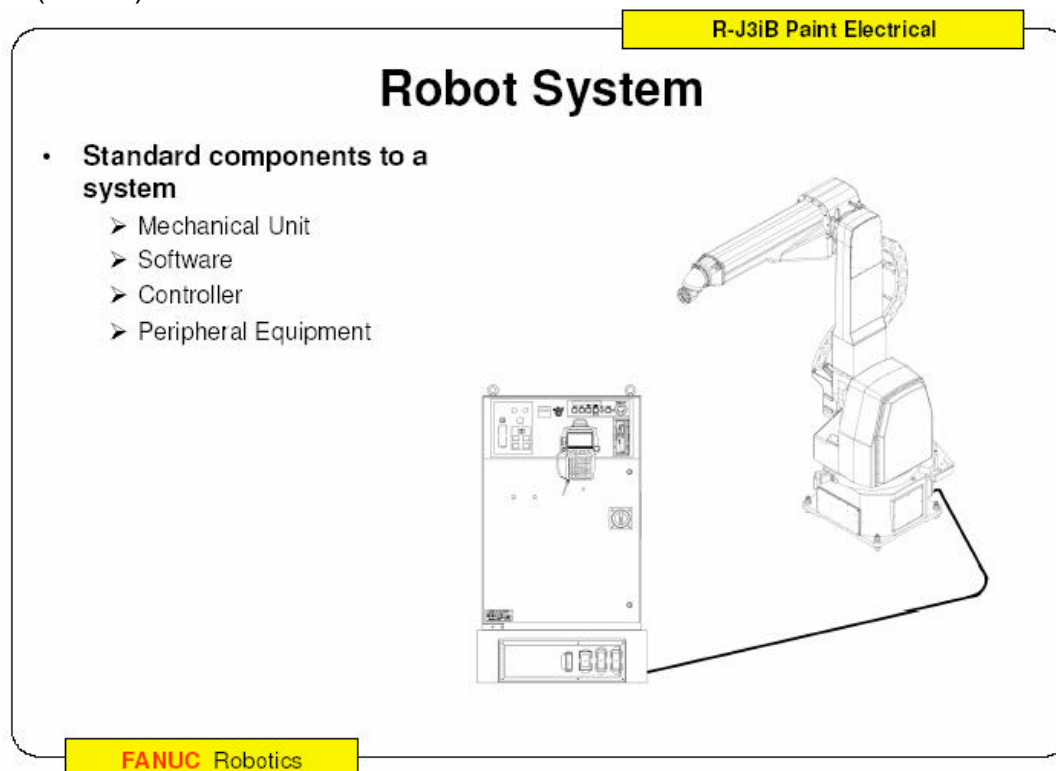

图 1
是由伺服电机驱动的机械机构组成的,各环节每一个结合处是一个关节或坐标系(见图 1)
2)单机形式:(见图 1)